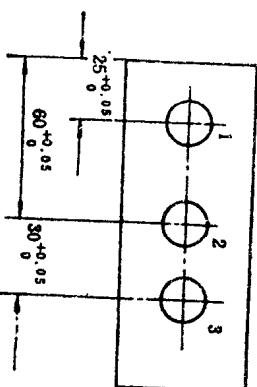

图 10-3
3. 加工如图10-3所示的三孔，求孔1与孔2、孔1与孔3中心距能达到的尺寸精度。